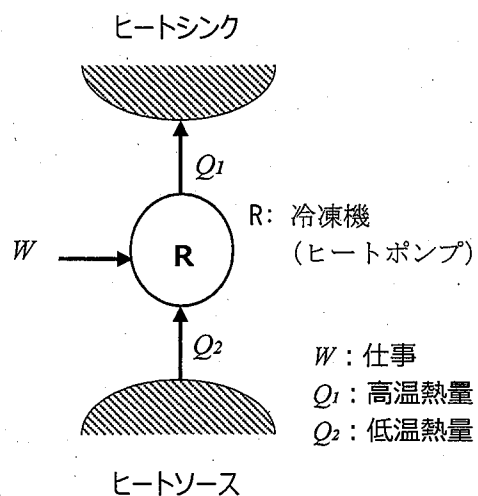

図1
1. 冷凍機(ヒートポンプ)の原理を図1のように表現する場合、以下の問いに答えよ。
- (1) この機器の冷凍機、ヒートポンプとしての成績係数 COP_c 、 COP_h を、図中の記号を用いてそれぞれ示せ。
- (2) 図1の冷凍機(ヒートポンプ)のヒートソースおよびヒートシンクとして活用できる再生可能エネルギー源を4つ示せ。